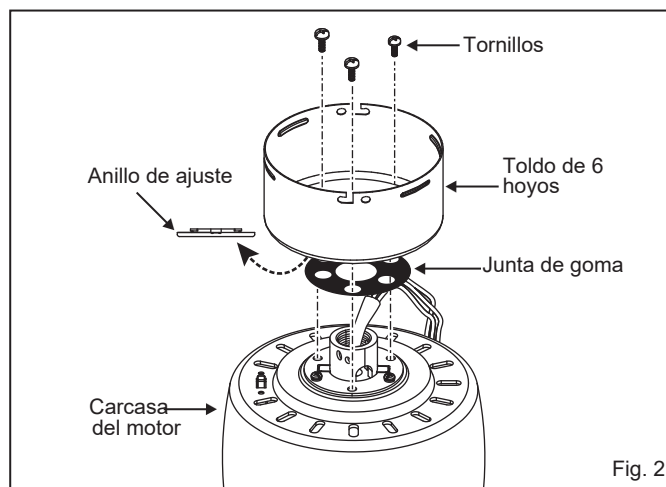

Fig. 2
- 3 Conexiones eléctricas del receptor a los cables de suministro de la casa: (Fig. 2) Conecte el cable negro (vivo) del techo al cable negro marcado "AC in L" del receptor. Conecte el cable blanco (neutro) del techo al cable blanco marcado "AC in N" del receptor. Asegure las conexiones de los cables con las tuercas para cables de plástico proporcionadas.
- 1 Inserte 2 tornillos en el soporte colgante, dejándolos parcialmente afuera (Fig. 2).
- 2 Fije la cubierta al soporte colgante insertando las aberturas de la ranura de la cubierta en los tornillos del soporte colgante (Fig. 2) y gire el ventilador hacia la derecha para enganchar los tornillos en la ranura.
- 3 Sujete el conjunto de cuchillas al motor con los tornillos proporcionados y las arandelas de seguridad. Repita el procedimiento para las hojas restantes (Fig. 2). ¡Asegúrese de que los tornillos estén APRETADOS! Los tornillos del motor flojos pueden contribuir a producir zumbidos innecesarios durante el funcionamiento.
- 4 Retire uno de los tres tornillos de la placa adaptadora ubicada en el motor del ventilador. Afloje los otros 2 tornillos. (No quitar) (Fig. 2)
- 5 Mientras sostiene el kit de luces LED debajo de su ventilador, realice las conexiones del enchufe polarizado: (Fig. 2)